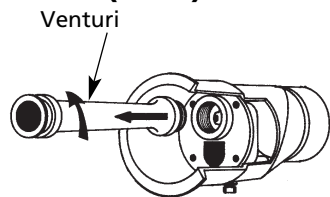

Figure 27
6. Dévisser et enlever le venturi (tourner dans le sens antihoraire; voir Figure 27).